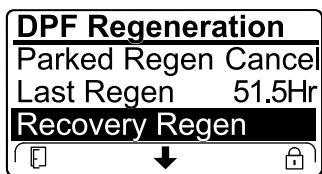

Рисунок 57
- Если компьютер двигателя не запрашивал восстановительную регенерацию, а вы перешли вниз к опции RECOVERY REGEN (ВОССТАНОВИТЕЛЬНАЯ РЕГЕНЕРАЦИЯ), восстановительная регенерация будет заблокирована и в нижнем правом углу дисплея инфо-центра появится значок «Замок» (Рисунок 57).